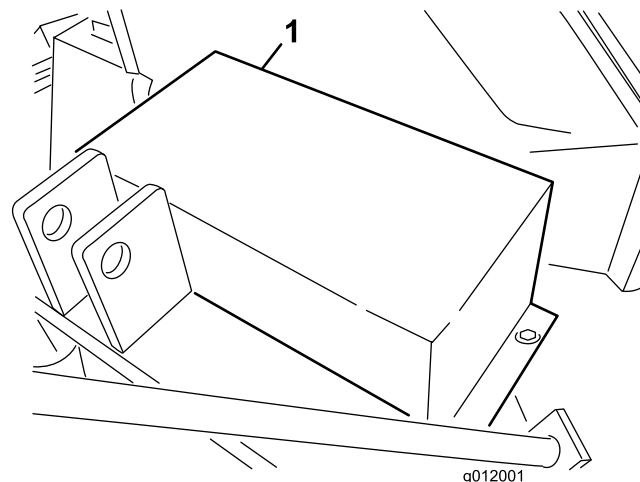

図 13
1. ベルトガードをブローハウジングに固定しているキャップスクリュー、ワッシャ、ナットを外して、ガードを取り外す 図 13。
2. ベルトガードを取り外す 図 13。